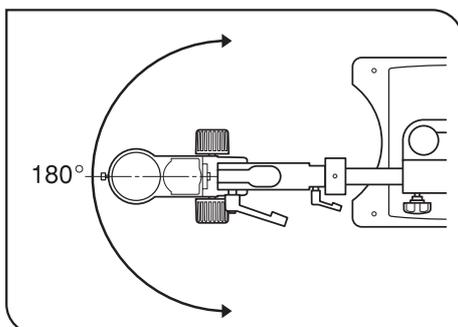

Abb. 21
6. Um das Mikroskopstativ horizontal zu dehnen, den Feststellmechanismus des SZX-Säulenarms oder des SZX-Mikroskopstativs lösen. (Abb. 21)